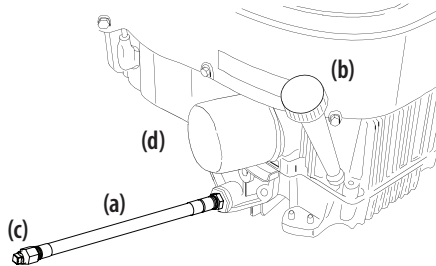

Figure 36
1. Repérez l'orifice de vidange d'huile (a) sur le côté du moteur. Consultez la Figure 36.
3. Tout en maintenant l'extrémité libre du tuyau de vidange d'huile au-dessus du récipient de récupération d'huile, dévissez le bouchon du tuyau à tête carrée (c) de l'extrémité du tuyau de vidange d'huile. Consultez la Figure 36. Vidangez l'huile moteur dans le récipient de récupération d'huile.
5. Retirez le filtre à huile (d) et videz-le dans le récipient de récupération d'huile. Consultez la Figure 36.
6. Remettez le filtre à huile (d) en place, puis remplissez le moteur avec de l'huile neuve comme indiqué dans la notice d'utilisation du moteur. Consultez la Figure 36.